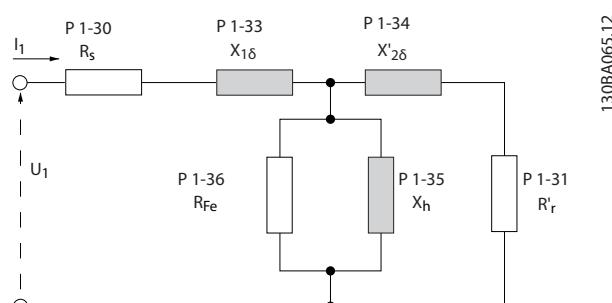

Ilustración 3.6 Diagrama equivalente del motor para un motor asincrónico
Un simple control del valor de la suma  $X_1 + X_h$  se efectúa dividiendo la tensión del motor línea a línea por la raíz cuadrada (3) y dividiendo este valor por la intensidad del motor sin carga.  $[V_L-L/\sqrt{3}]/I_{NL} = X_1 + X_h$ , consulte la Ilustración 3.6. Estos valores son importantes para magnetizar adecuadamente el motor. Esta comprobación se recomienda encarecidamente en los motores de ocho o más polos.